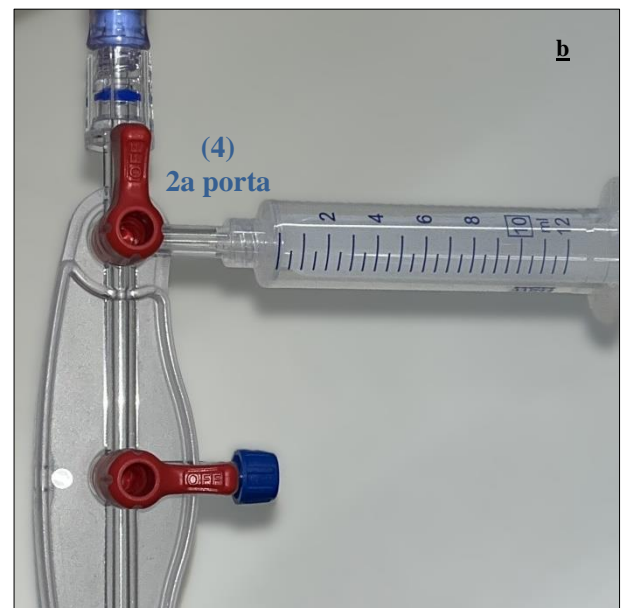

Fig. 28 Collegamento di una siringa sterile alla seconda porta del connettore con rubinetti (4) mediante collegamento LUER per l'eluizione.
- b) Collegare una siringa sterile con connessione LUER alla seconda porta del connettore con rubinetti (4).
- (Vedere la Fig. 28.)